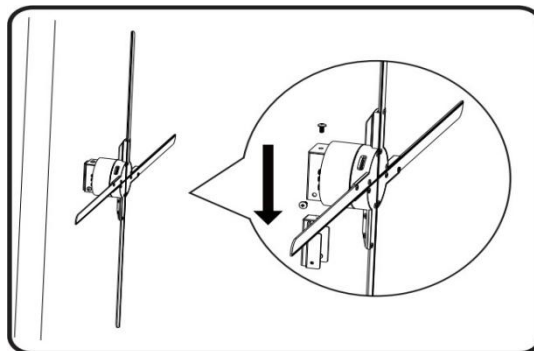

图1-3
- 4、 把显示屏设备套入固定件，锁上螺丝即可完成安装，如图1-3